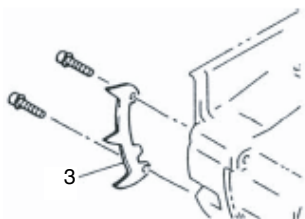

Fig. 2
* Si vous devez monter la griffe (3), montez la griffe (3) (le cas échéant) sur l'appareil à l'aide des deux vis. (Fig. 2)